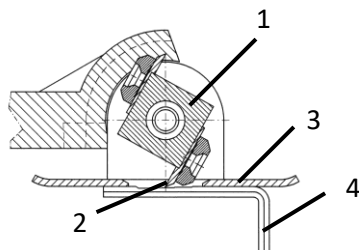

Fig. 9: Ajuste del cuchillo
- > Reemplace el cuchillo (2 - Fig.9) si es necesario.
- > Girar el rodillo (1 - Fig.9) para que el cuchillo sobresalga por la placa guía (3 - Fig.9) al máximo.
- > Coloque la llave Allen (4 - Fig.9) en la placa guía para que la muesca con la profundidad de corte deseada esté bajo el cuchillo.